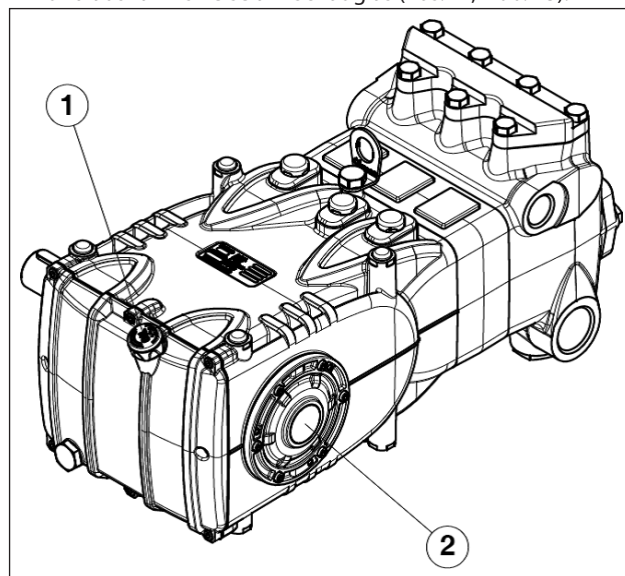

Abb. 13
- Der Ölstand im Pumpengehäuse korrekt ist, u.z. über den entsprechenden Messstab (Pos. ①, Abb. 13) und ausnahmsweise am Schauglas (Pos. ②, Abb. 13).